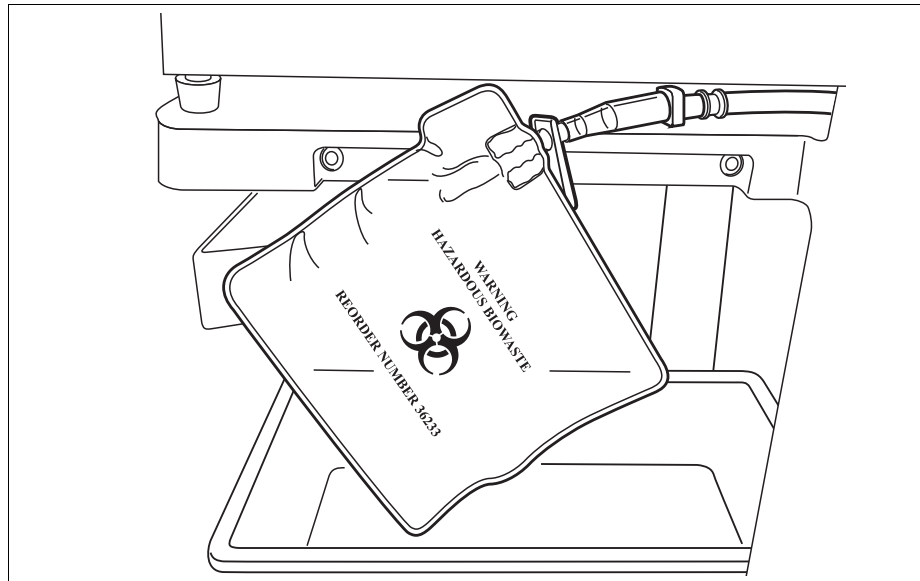

Figura 34 Lasciare pendere la sacca per rifiuti biologicamente contaminati fuori dal vassoio
3. Verificare che il tubo non presenti attorcigliamenti o strozzature e lasciare pendere la sacca e il relativo tubo dal tubo di scarico (vedere Figura 34).